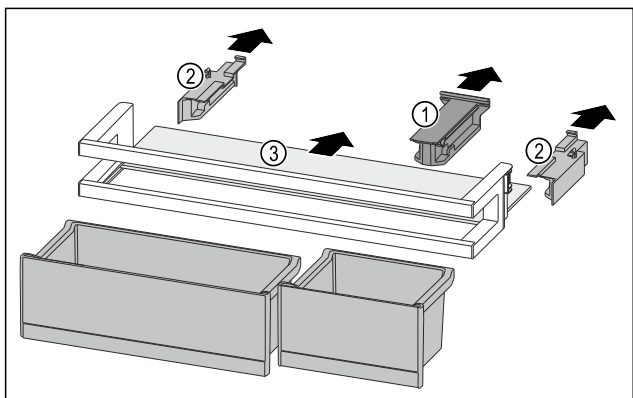

Fig. 119
- ▶ Stiahnite prídržný diel Fig. 119 (1).
- ▶ Stiahnite bočnice Fig. 119 (2).
- ▶ Odoberte odkladaciu plochu Fig. 119 (3).